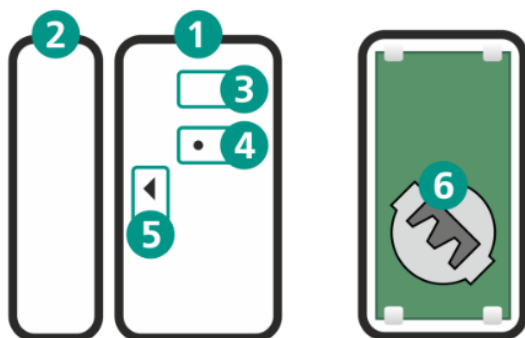

Рисунок 2.1 – Внешний вид датчика
Датчик открытия конструктивно состоит из двух элементов: магнитоуправляемого основного (1, рисунок 2.1) и управляющего магнита (2).
Основной элемент (1, рисунок 2.1) устанавливается на неподвижную часть конструктивного элемента, а магнит (2) – на подвижную часть (створку двери или окна). Датчик можно располагать как вертикально, так и горизонтально.